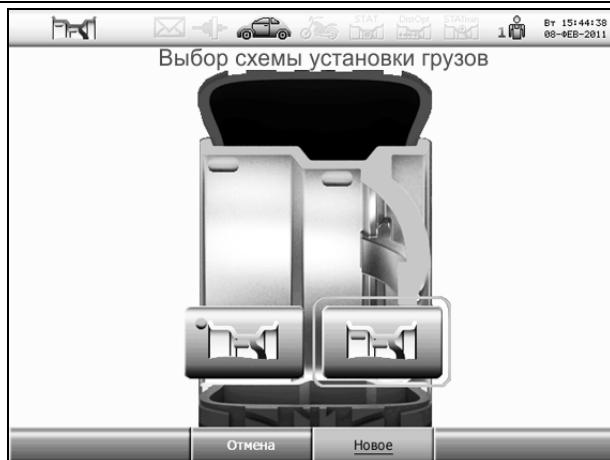

Рисунок 6.11 – Схемы установки грузов
*Затем подвесить эту же линейку к месту установки правого груза (рисунок 6.10 б), дождаться звукового сигнала и появления на экране схем установки грузов (рисунок 6.11).*